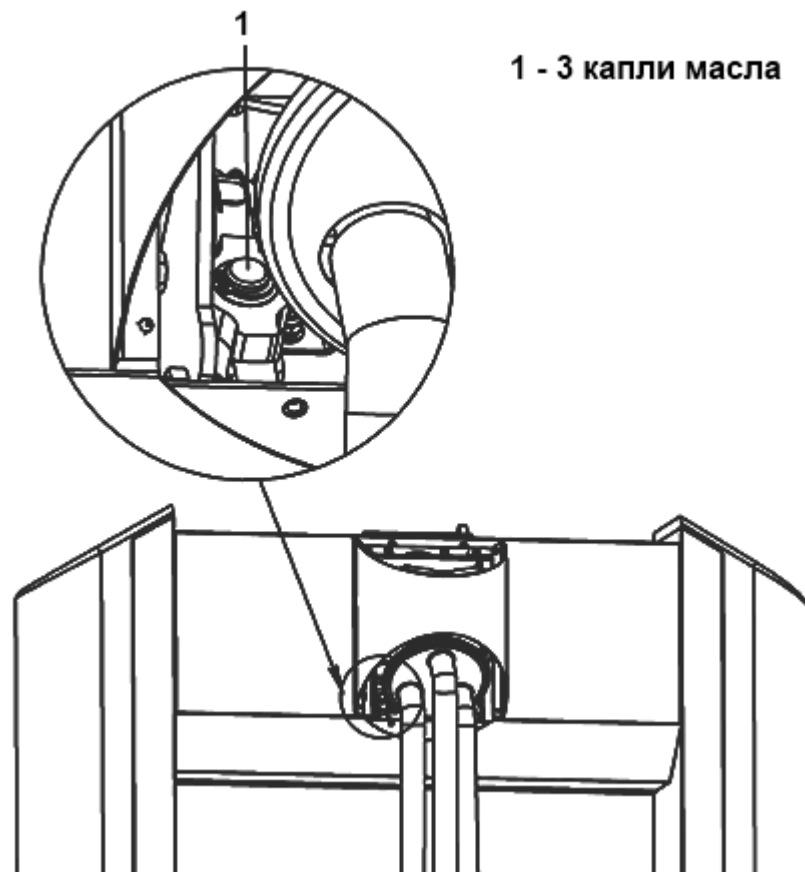

Рисунок 18 – Ось вращения стопора
3.7.1 Рисунок 18 – смазать ось вращения блока стопора.